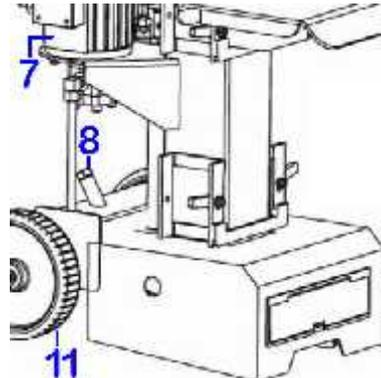

Fig.13
- Allentare la vite di sfiato (Fig.13-(8)) fino a che l'aria può fuoriuscire dal serbatoio dell'olio.
- Lasciare la vite di sfiato (8) aperto durante l'uso.
- Avvitare la vite (8) dopo avere spaccato il legno.